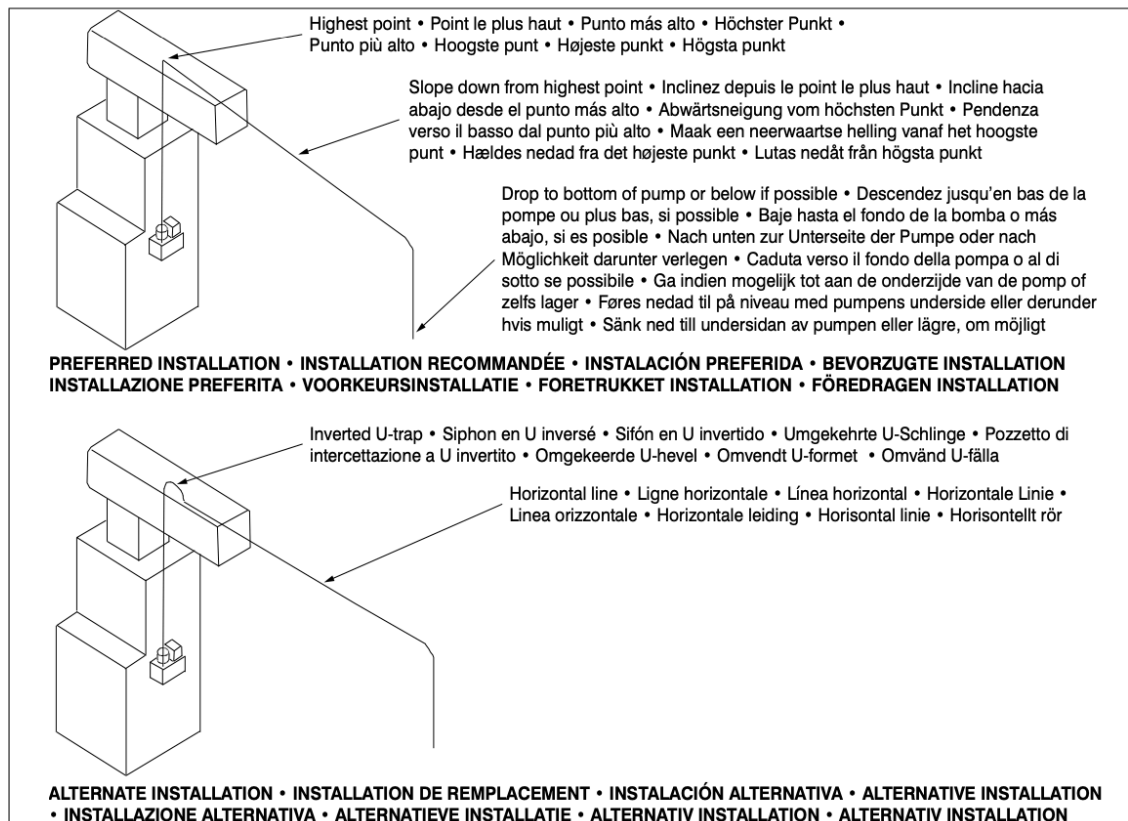

FIGURE 1 • FIGURE 1 • FIGURA 1 • ABBILDUNG 1 • FIGURA 1 • FIGUUR 1 • FIGUR 1 • FIGUR 1
4. From the pump, extend the discharge line straight up as high as necessary, but not above the head/GPH of the pump (Figure 1). From this high point, slope the discharge line down slightly to a point above the drain area, then turn the line downward and extend to a point below or approximately level with the bottom of the pump. This will create a siphoning effect, which will improve the efficiency of the pump. If it is not possible to slope the discharge line downward, create an inverted "U" trap directly above the pump at the highest point.
4. Depuis la pompe, étendez la conduite de refoulement à la verticale aussi haut que nécessaire, mais pas plus haut que la hauteur d'élévation nominale de la pompe (Figure 1). Depuis ce haut point, inclinez légèrement la conduite de refoulement vers le bas jusqu'à un point situé au-dessus de la zone de vidange, puis faites-la descendre et étendez-la jusqu'à un point situé sous ou à peu près de niveau avec le bas de la pompe. Cela produit un effet de siphon qui accroît l'efficacité de la pompe. S'il n'est pas possible d'incliner la conduite de refoulement vers le bas, formez un siphon en U inversé au point le plus haut directement au-dessus de la pompe.